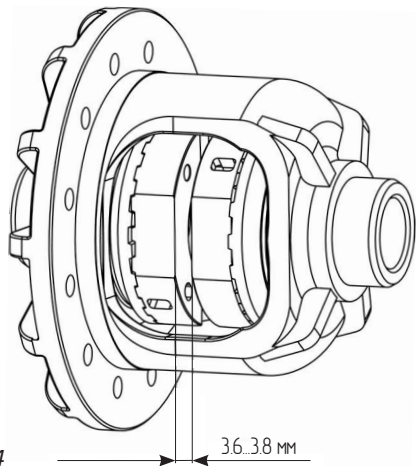

Рис. 4
14. Используя набор плоских щупов (см. раздел Инструменты), измерьте зазор между муфтами как показано на Рис. 4. Зазор должен составлять от 3,6 до 3,8 мм.